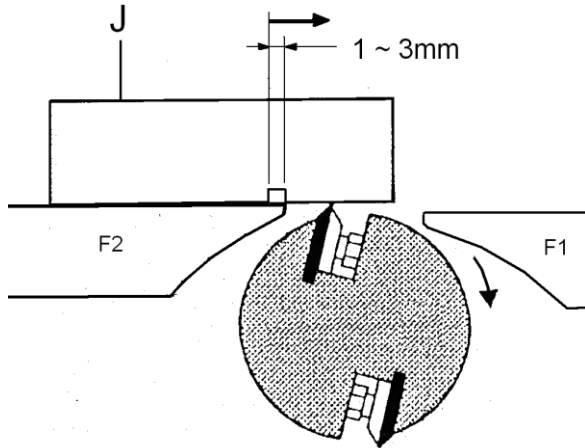

Fig 20
Die Einstellung der Hobelmesser erfolgt mit am Abgabetisch (F2, Fig 20) aufgelegter Messerlehre (J).